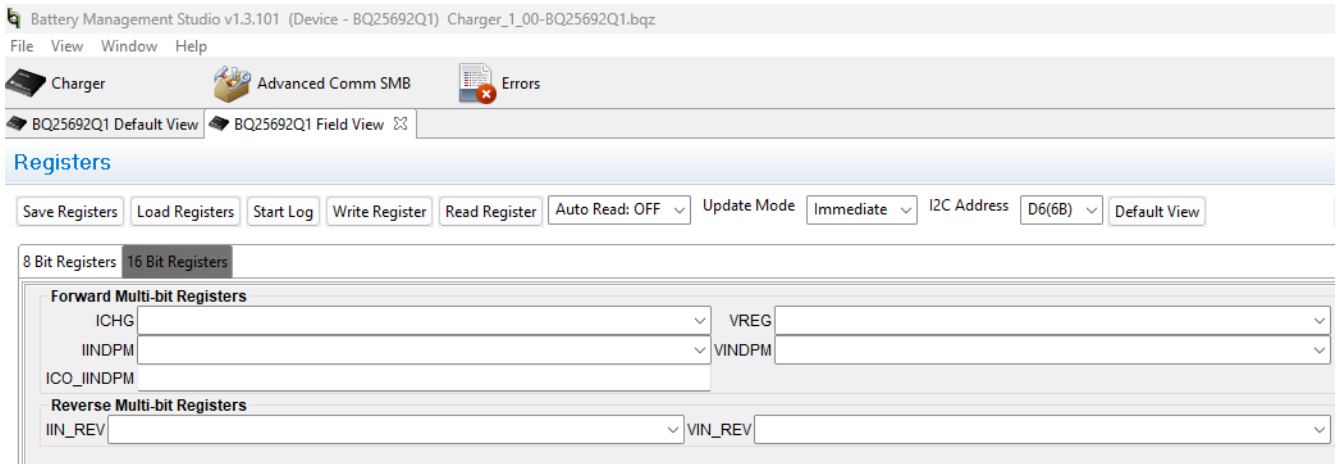

图 3-2. BQ25692-Q1 EVM 软件的 8 位和 16 位寄存器选项卡的字段视图
3. 在随即显示的窗口中选择功能区右侧的 **Field View**，然后出现 BQ2569x EVM 软件的主窗口，如图 3-2 中所示。
2. 在 Field View ( 请参阅图 3-2 ) 中，根据需要进行以下更改：